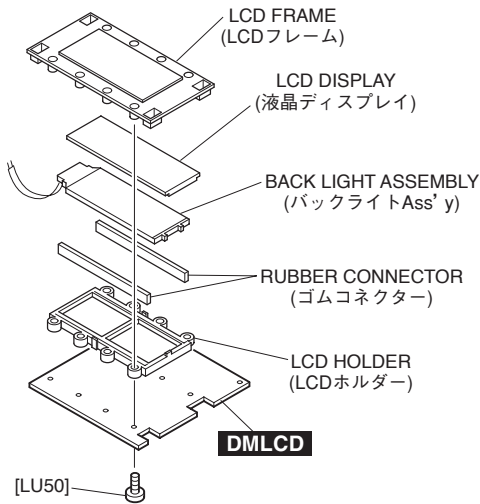

Fig.3 (図3)
- 4-4 Remove the eight (8) screws marked [LU50]. The DMLCD circuit board can then be removed from the LCD unit. (Fig.3)
- 4-4 [LU50] のネジ8本を外して、液晶ユニットから DMLCD シートを外します。(図3)
- 4-5 Remove the LCD display, back light assembly and rubber connectors from the LCD frame. (Fig.3)
- 4-5 LCD フレームから液晶ディスプレイとバックライト Ass'y、ゴムコネクタを外します。(図3)